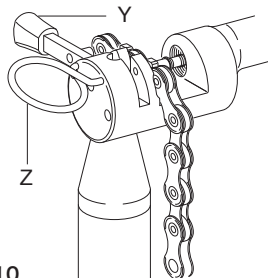

図10
- リンクを専用の部品 (Z - 図10) で固定します。
- 工具 **UT-CN400** のレバーが外側の位置にあることを確認します (Y - 図10)。